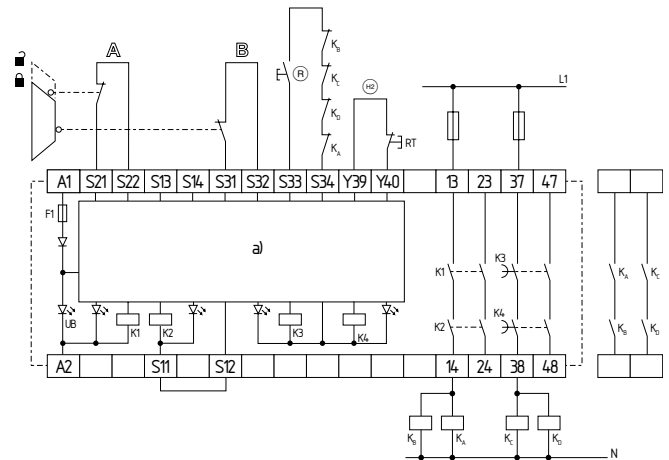

図7
一つが強制開離されている2つのポジションスイッチ、外部リセット鈕 (R) 付安全扉監視例などの2ケーブル装着 (図7参照)